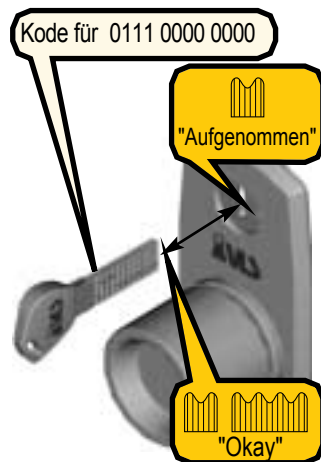

Abbildung 28 - Programmieren für Löschen des Betriebskodes Nr. 2
2. Wählen Sie den Kode für Löschen 0111 0000 0000 (Abb. 28) auf dem Schlüssel zum Löschen des Betriebskodes Nr. 2.